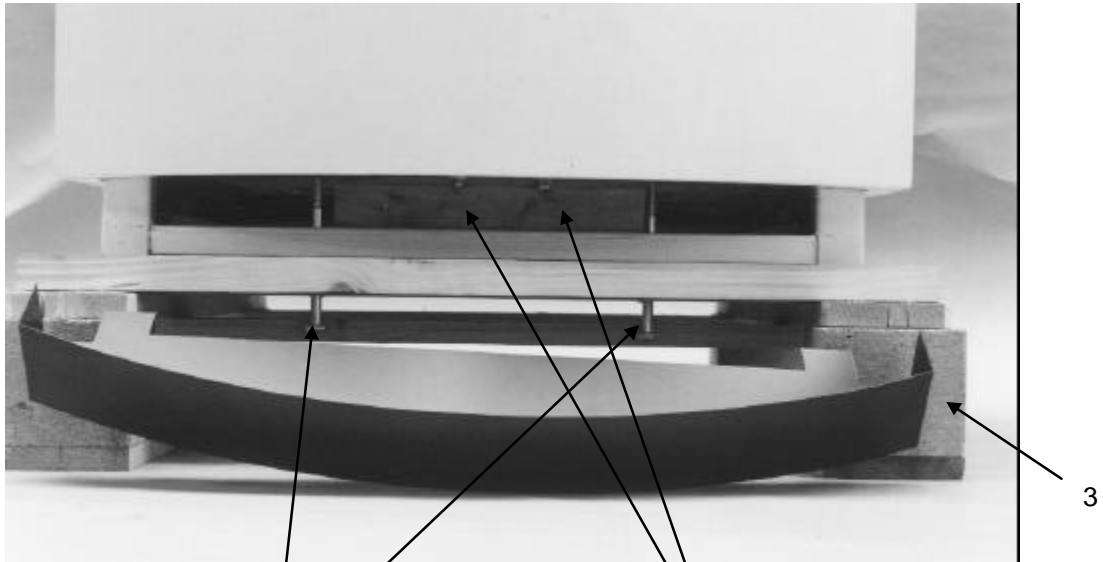

bild 1
- Skruva bort de två träskruvarna som finns på transportpallens undersida (bild 1/1).
- Ta bort de två träbitarna genom att trycka dem bakåt (bild 1/2).
- När maskinen är slutligt placerad på sin plats, påmonteras den nedre frontplåten med två skruvar (bild 1/3).